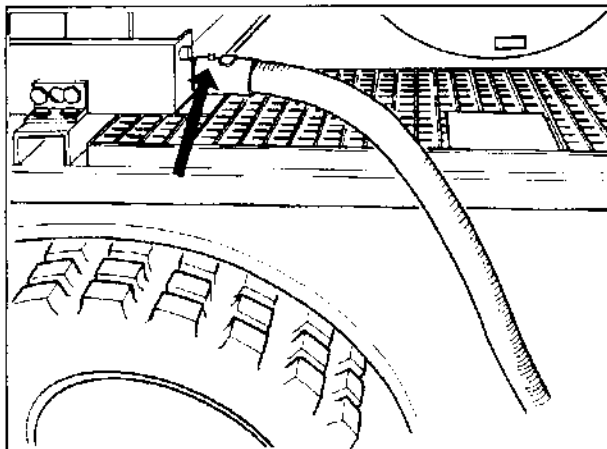

Bild 70
12. Abgasschlauch auf den Stützen am Abgastopf aufschieben und verriegeln (Bild 70/Pfeil).
13. Das zweite Ende des Abgasschlauchs auf die obere Stufe des seitlichen Aufstiegs legen (Bild 70).